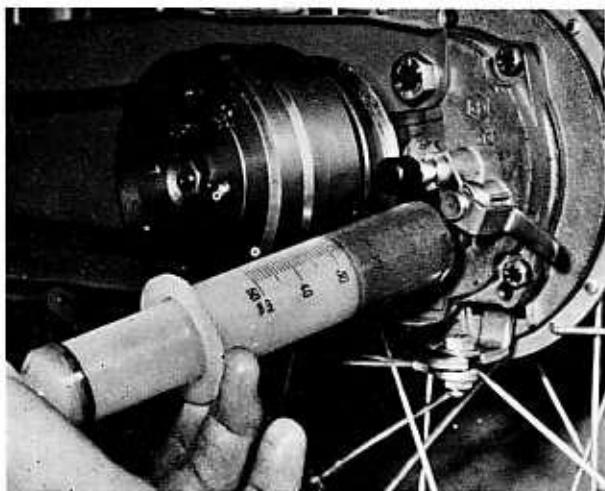

Bild 58
- Beim Zusammenbau muss für einen dichten Abschluss immer eine neue Gehäusedichtung eingelegt werden. Die Antriebsteile auf dem Deckel zusammenbauen und erst dann in das Gehäuse einsetzen. Die Befestigungsschrauben einsetzen und festziehen. Nicht vergessen, das Abdeckband von der Bremsbacke abzunehmen, falls ein solches angebracht wurde. Das Rad wird in der umgekehrten Ausbaureihenfolge wieder in den Rahmen eingebaut. Die Nabe bis zur Höhe der Einfüll- und Kontrollöffnung unterhalb des Druckknopfes zum Auskuppeln des Antriebs mit Öl füllen (Bild 58). Es darf nur Getriebeöl SAE EP90 eingefüllt werden, gewöhnliches Motorenöl genügt den Anforderungen nicht. Solches Öl ist in Kunststoffbeuteln erhältlich, die das Einfüllen sehr erleichtern.